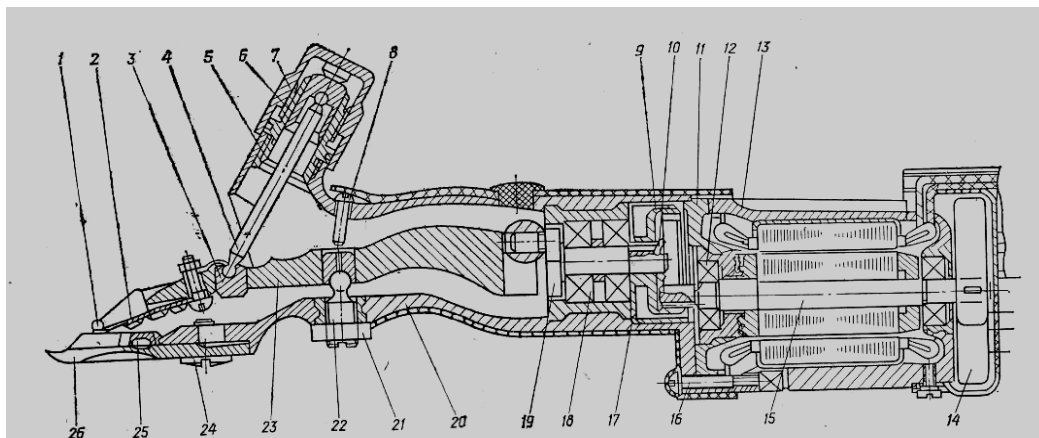

Рис. 16.1. Стригальна машинка МС У-200;
**Стригальна машинка МСУ-200А (МСУ-200).** (рис. 16.1.) забезпечує безпосереднє знімання вовни з овець. Основні її елементи — стригальна головка і високочастотний асинхронний електродвигун з короткозамкнутим ротором та шнуром живлення.